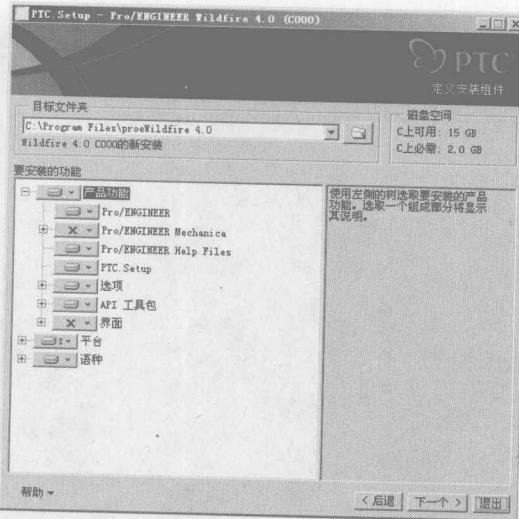

图 1-8 安装文件夹与安装选项界面
- (4) 选中【接受许可证协议的条款和条件】复选框后自动跳转到安装文件夹与安装选项界面，如图 1-8 所示，这里，我们可以选择安装目标文件夹及需要安装的功能。